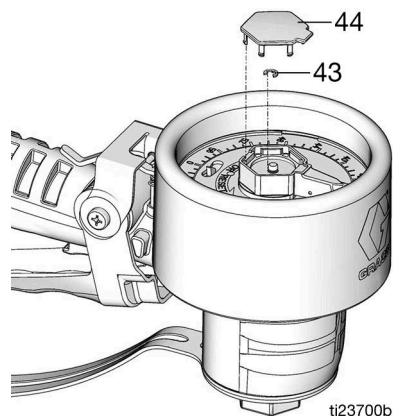

FIG. 26
2. Déposer le couvercle (44) et le petit anneau de retenue (43) (FIG. 26).